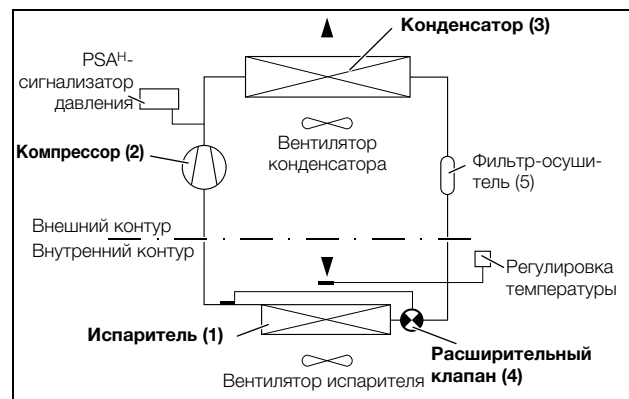

Рис. 3: Контур охлаждения
Встроенный контур охлаждения (компрессорная холодильная установка) состоит из четырех основных компонентов (см. рис. 3): Испаритель (1), компрессор (2), конденсатор (3) и регулировочный или расширительный клапан (4), которые связаны между собой при помощи медных трубопроводов для циркуляции хладагента. Этот контур охлаждения заполнен низкокипящим хладагентом R134a ( $\text{CH}_2\text{FCF}_3$ ), который не содержит хлора. Его потенциал разрушения озонового слоя (OZP) равен нулю. Таким образом, он очень экологичен. Фильтр-осушитель (5), встроенный в герметичный контур охлаждения, обеспечивает надежную защиту от влаги, кислот, грязи и посторонних тел внутри контура охлаждения.